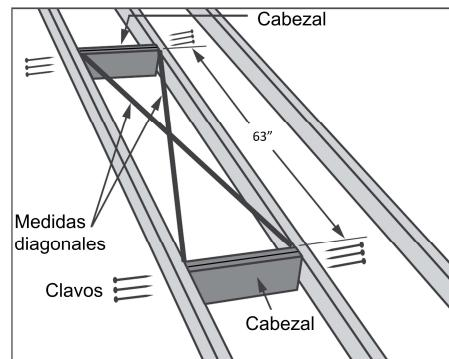

FIGURA 34
Haga una abertura en el techo aproximadamente del tamaño requerido en la **Tabla 3**, asegúrese que las dimensiones de las diagonales del marco sean iguales a como se muestran en la **Figura 34**.
Ver Figura 34.
- Localice los cabezales en la parte delantera y trasera de la abertura a como se muestra en la **Figura 34**.